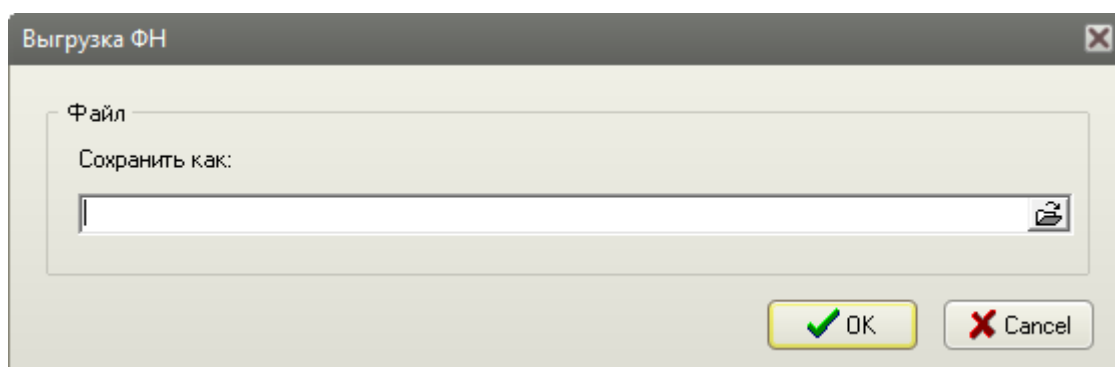

Рисунок 8.2 – Окно ввода имени файла
8.5.4 В появившемся окне ввода имени файла указать название и путь для сохранения файла с данными из ФН (Рисунок 8.2).